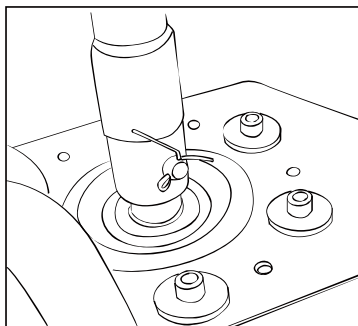

Рис. 2
2. Вставьте стопорный штифт и закрепите его разъемным пальцем (Рис. 2).